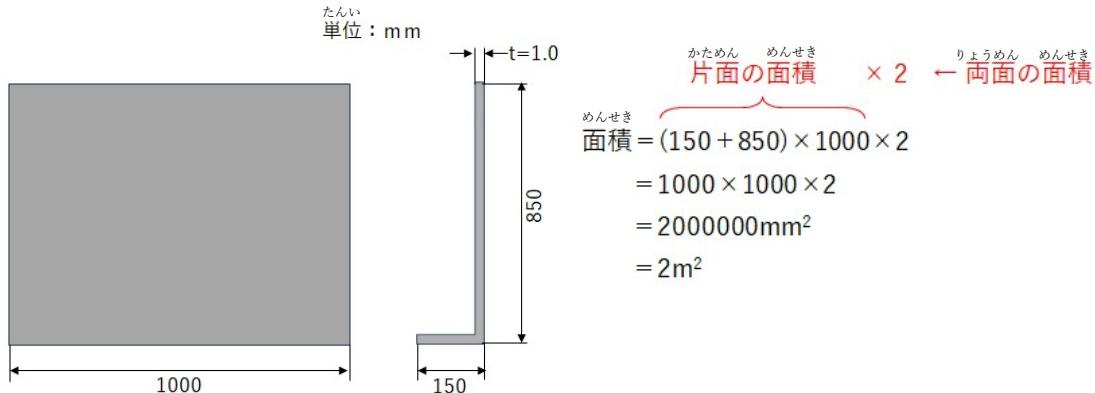

図11-3 基材表面積の計算（端面を考えないとき）
(3) 陽極
(4) 陰極
- 図11-3 の例で、断面積（端面の面積）を考えないとき表面積は 2m^2 となります。